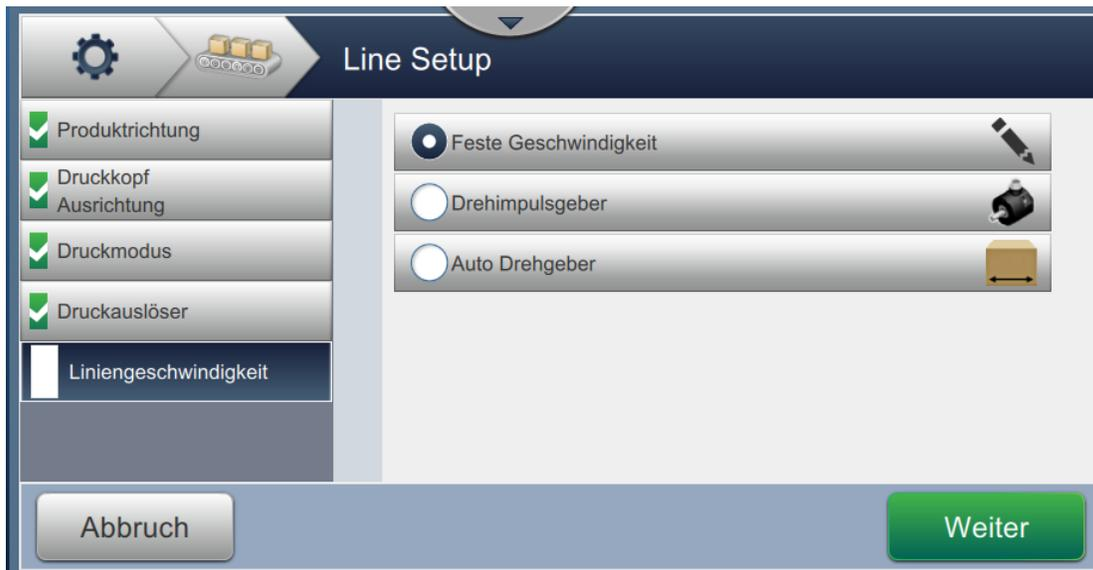

Abbildung 6-34: Linieneinrichtung – Liniengeschwindigkeit.
1. Berühren Sie die Option *Liniengeschwindigkeit* im Bildschirm für die Einstellungen zur Linieneinrichtung, wählen Sie die gewünschte Liniengeschwindigkeit aus, wie dargestellt in Abbildung 6-34. Berühren Sie die  Schaltfläche, um die Liniengeschwindigkeit festzulegen.
1. Wählen Sie die Option *Feste Liniengeschwindigkeit*, wie dargestellt in Abbildung 6-34.
1. Wählen Sie die Option *Gemessen nach Drehimpulsgeber*, wie dargestellt in Abbildung 6-34.
1. Berühren Sie die Option *Gemessen nach Produktgröße/Zeit*, wie dargestellt in Abbildung 6-34.